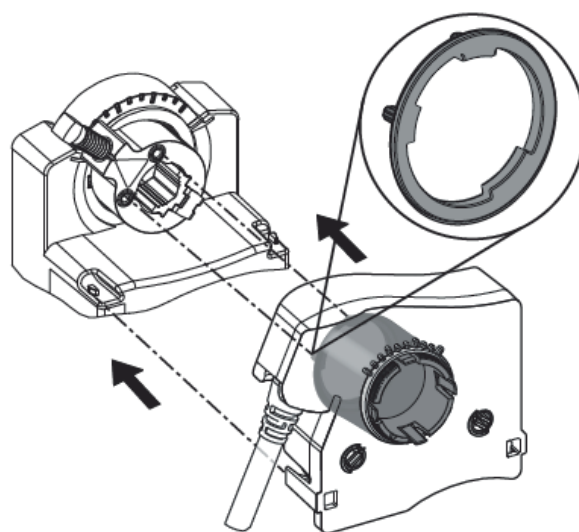

Figure 11 : Montage du kit
2. Emboîter le kit dans les encoches du moteur en s'assurant que les picots de son axe sont alignés sur les logements de la poignée du moteur (Figure 11).